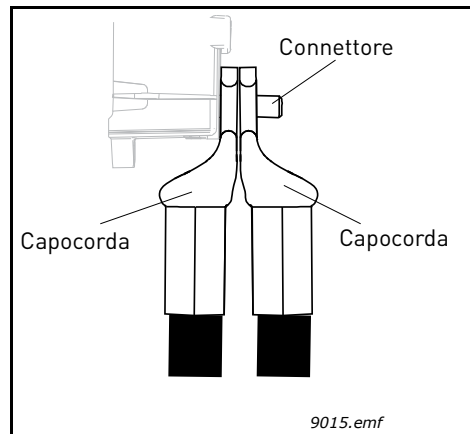

Figura 35. Posizionamento di due capicorda uno sull'altro
- **NOTA:** Se si utilizzano diversi cavi su un connettore, notare la posizione dei capicorda uno sull'altro. Vedere la Figura 35 sotto.